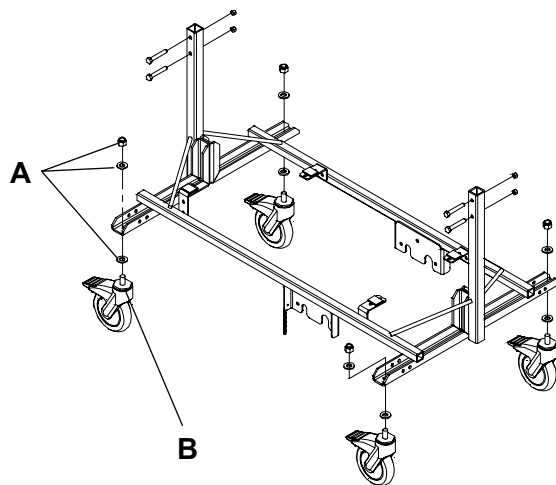

Figure 5 – Remplacement des roulettes
6. À l'aide d'une clé spéciale Stryker (19-0803Z) et d'une douille de 3/4 po, retirer le contre-écrou et la rondelle (A) qui fixent la roulette (B) à la base (Figure 5). Jeter la roulette. Conserver le contre-écrou et la rondelle.